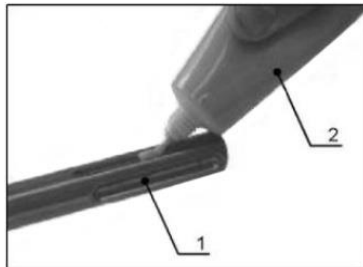

Рис. 2
1. Очистите хвостовик инструмента (поз.1, рис.2) и слегка смажьте консистентной смазкой (поз.2, рис.2).